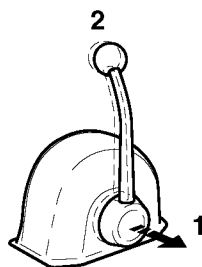

Figura 20
Cuando se tira de la palanca (**Figura 20, (1)**), la velocidad del motor puede ser controlada sin emplear el embrague. El embrague permanece en PUNTO MUERTO, posición sin carga. Gire el control (**Figura 20, (2)**) en dirección contraria a las manillas del reloj para mover la palanca o en la dirección de las manillas del reloj para bloquear la palanca.